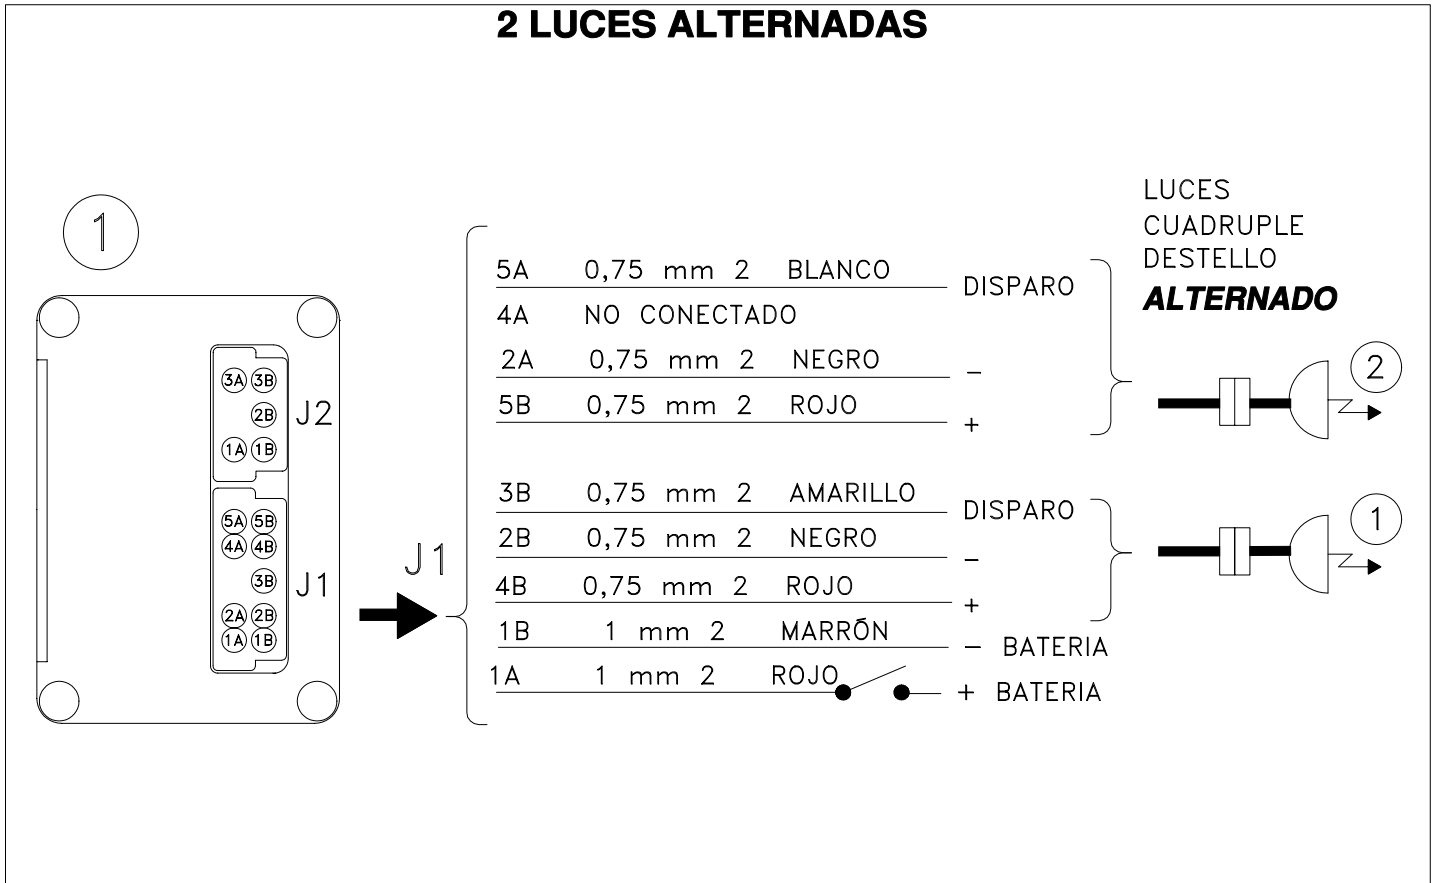

FIGURA 5.B
- Insertar los terminales en el conector (Fig. 3A) en la posición correspondiente según el esquema de conexionado (Figura 5).